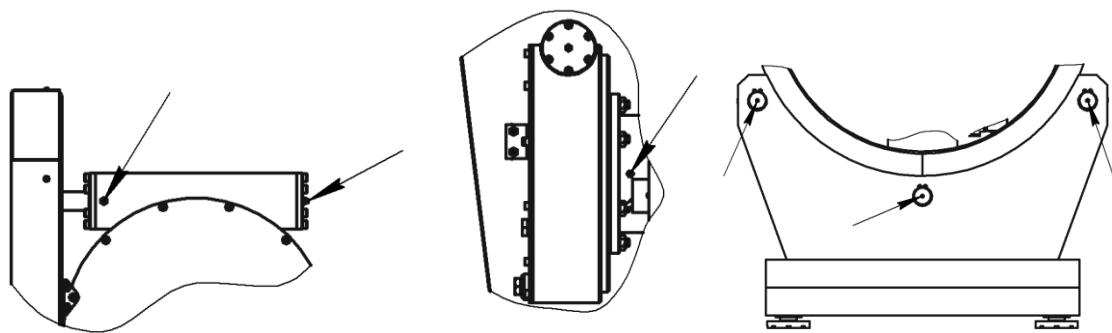

Рис. 2 Точки смазки стенда
8.1. Не реже одного раза в 6 месяцев смазывать через пресс-масленку солидолом синтетическим ГОСТ 4366-76 подшипники шпинделя, редуктора и ролики. Точки смазки указаны на рис. 2.